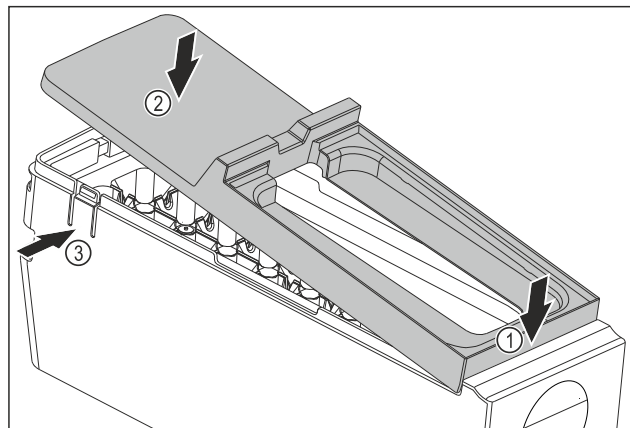

Fig. 81
- Montar la cubierta del EasyTwist-Ice: Colocar la cubierta por delante. Fig. 81 (1)
- Bajar la cubierta por detrás. Fig. 81 (2)
- La cubierta encaja en ambas lengüetas Fig. 81 (3) de forma audible.